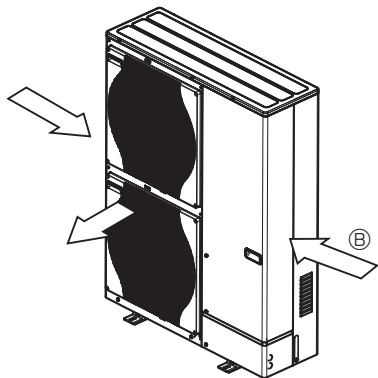

Fig. 2-5
- ③ Novietojiet iekārtu tā, lai gaisa izplūdes atvere izpūstu gaisu perpendikulāri sezonas vēja virzienam, ja iespējams. (Fig. 2-5)